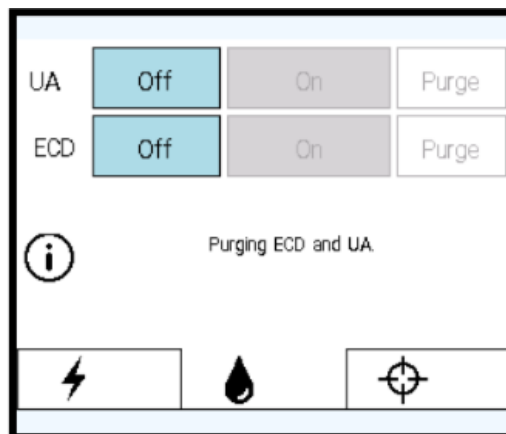

Bild 10: Skärm för positioneringssystemets gränssnittsbox – fliken Fluid Circuit (vätskekrets)
5. På skärmen för positioneringssystemets gränssnittsbox väljer du fliken **Fluid Circuit** (vätskekrets) (*Bild 10*) och rensar pumparna till ultraljudsapplikatorn och det endorektala kylinstrumentet. Du kan också göra detta från behandlingskonsolen genom att trycka på **PURGE** (rensa) bredvid vätskekretsens skärmområde (*Bild 11*).